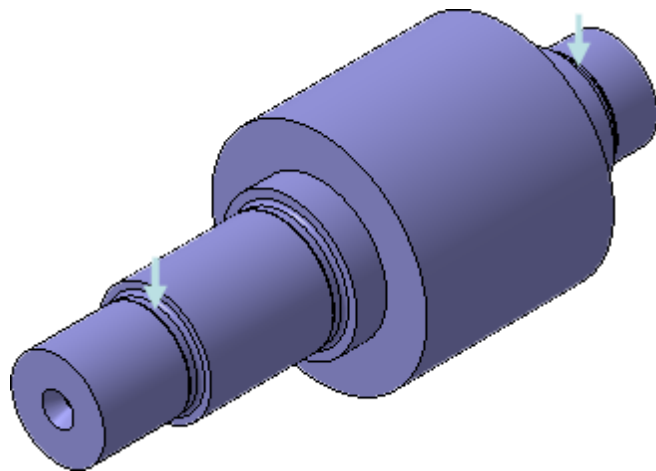

Рисунок 21
- Постройте канавки на двух других ребрах (рис. 21).